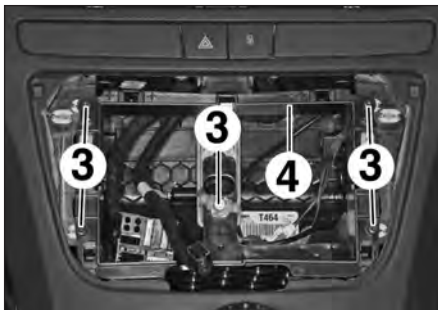

FIG.28
- les vis (3) (Fig.28),
- le support d'autoradio (4).